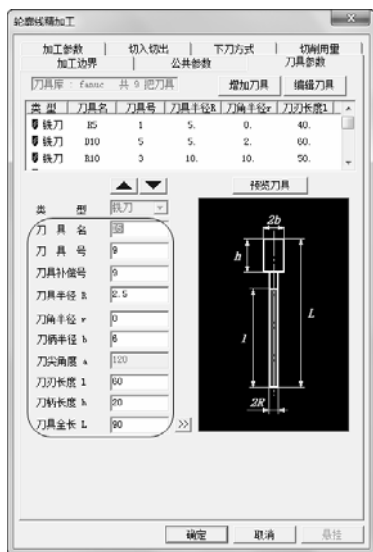

图 3-128 “刀具参数”选项卡
7) 单击“刀具参数”选项卡，选择刀具名称为“D5,r0”，D 代表刀具直径，r 代表刀角半径的球刀。具体“刀具参数”参数数值如图 3-128 所示。